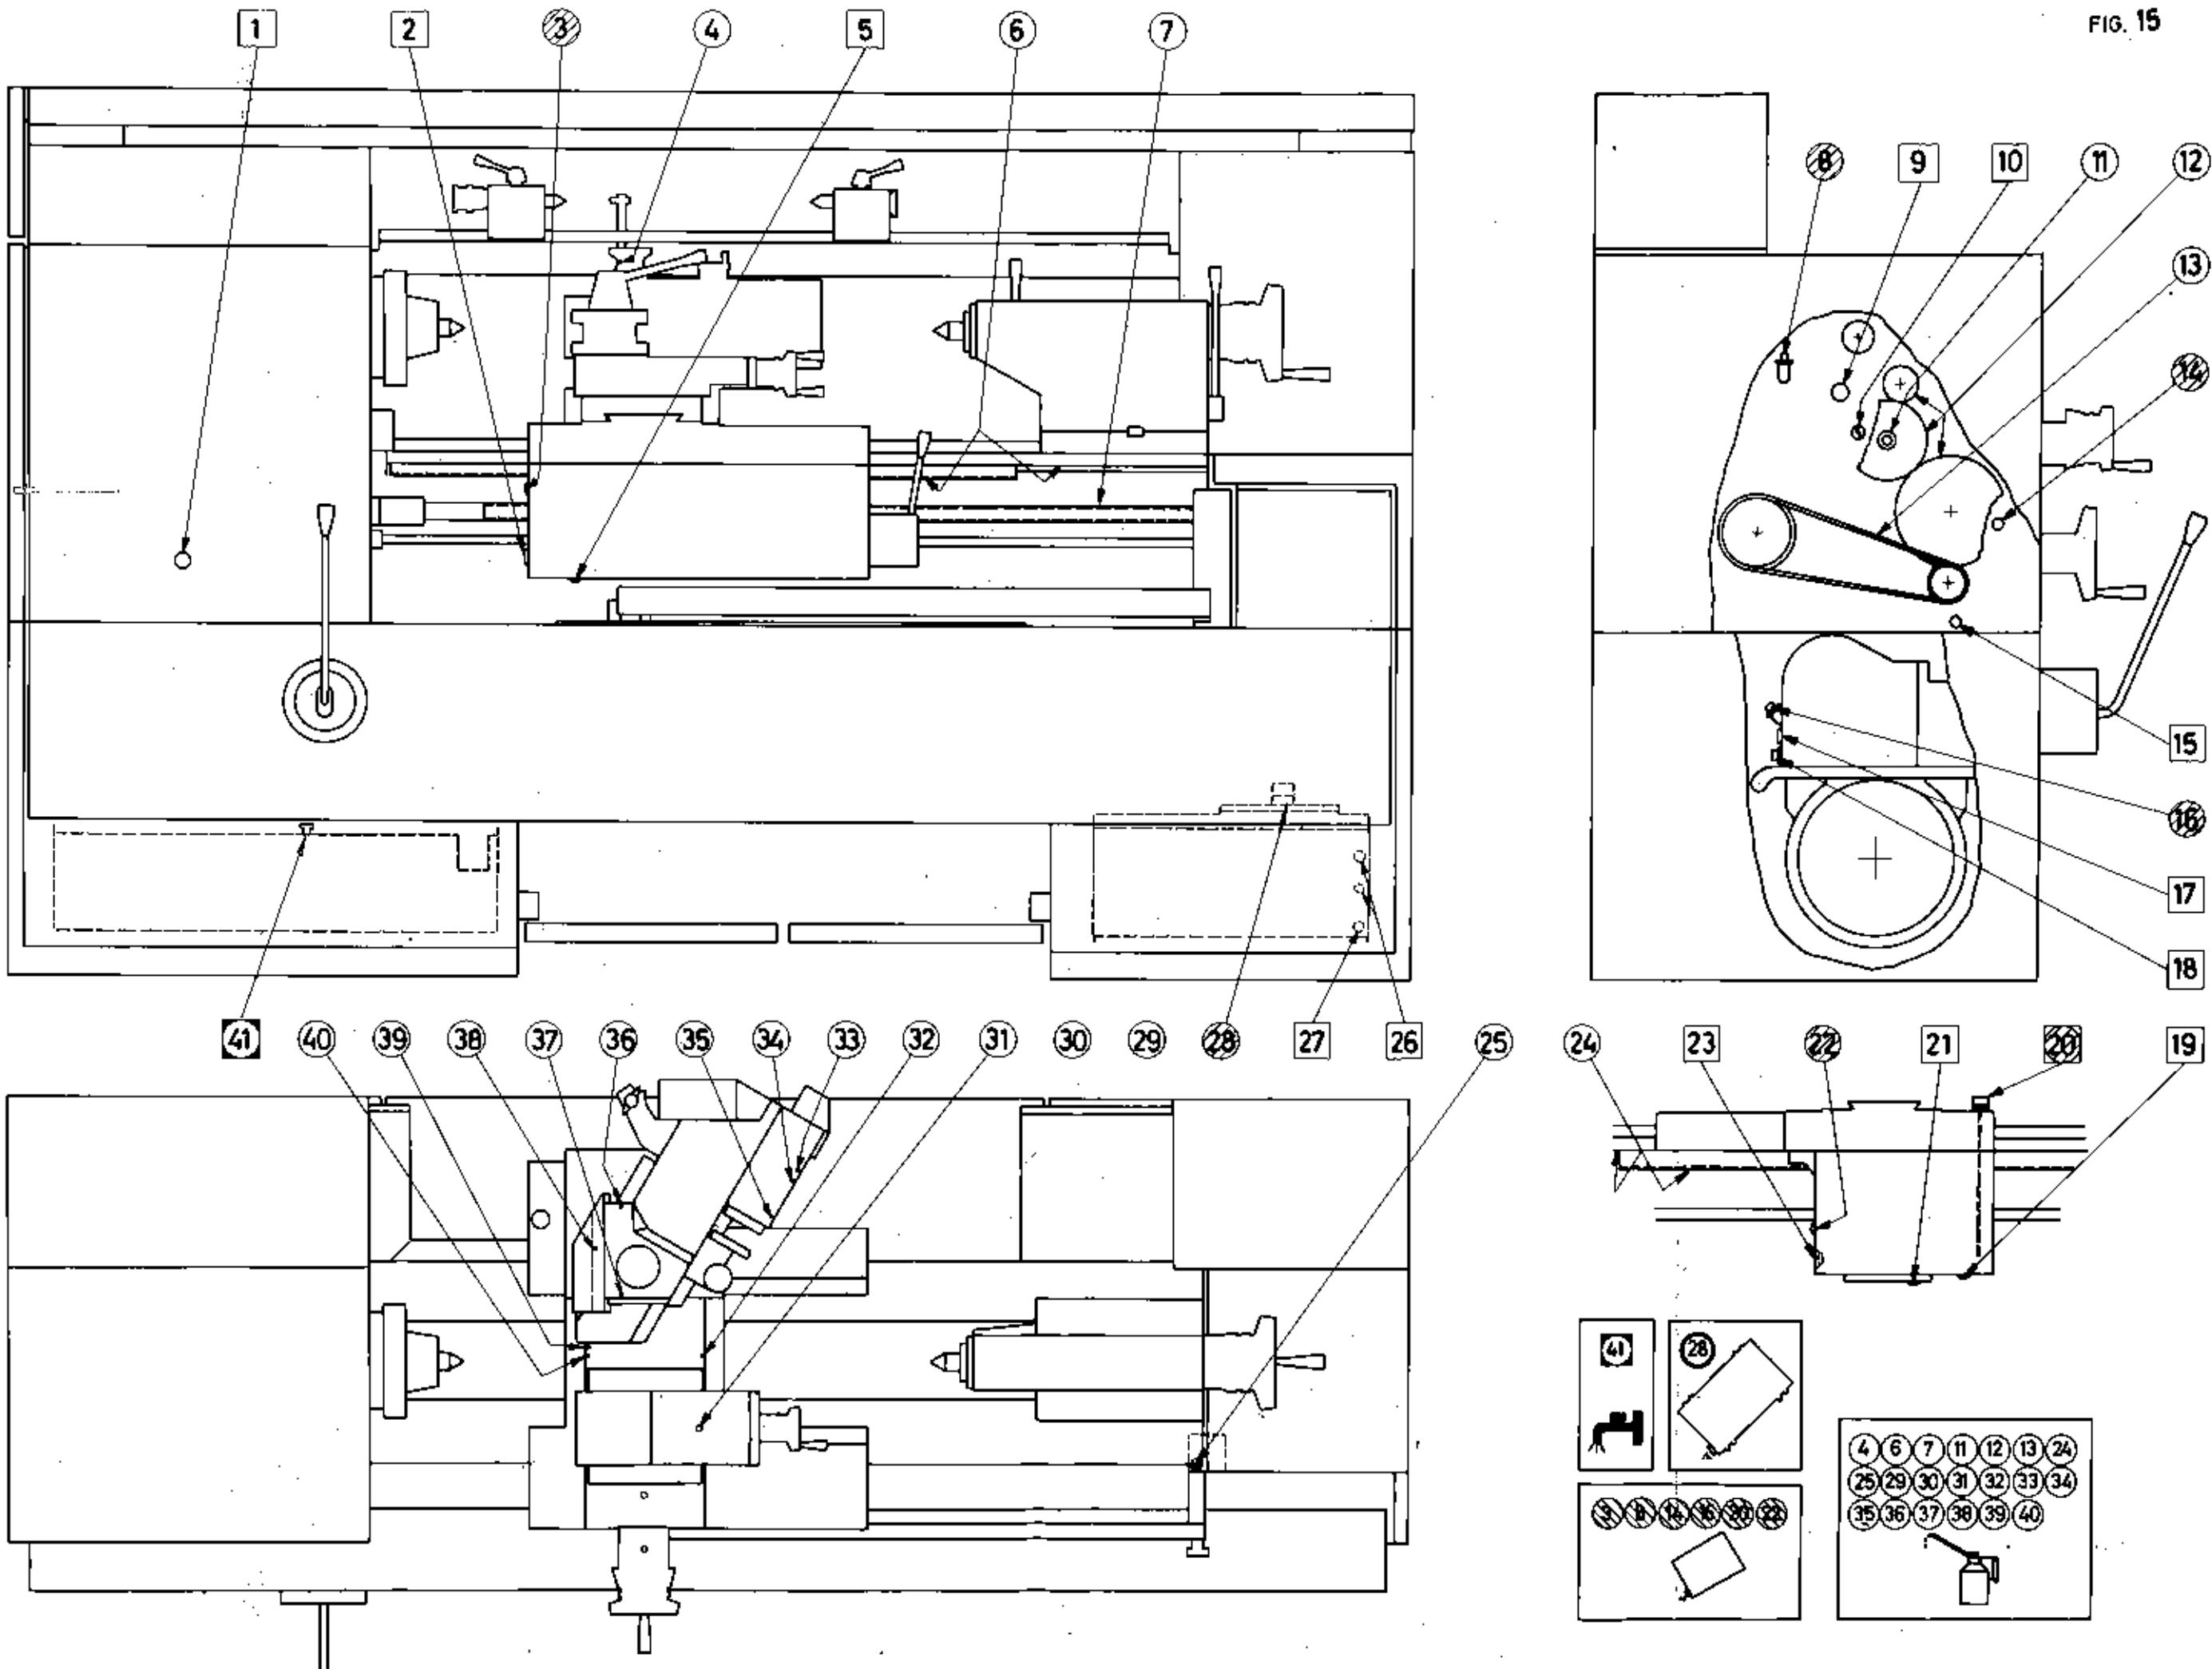

FIG. 4
2. La "cane réglable" (4h Fig.4) est composé de 6 butées réglables étagées à volonté et permet au maximum 6 passes de profondeurs réglables au choix, y compris la dernière passe qui peut être, contrairement au cas de la "cane fixe", une passe de dégrossissage.
2. Réglage du nombre de passes. (Voir Fig.4)
Les 6 boutons 17 (Fig. 4) sont disposés et s'allument dans l'ordre des séquences, c.à.d. que le dernier bouton 17₁ correspond et s'allume à la dernière séquence, l'avant-dernier bouton 17₂ correspond à l'avant-dernière séquence etc.